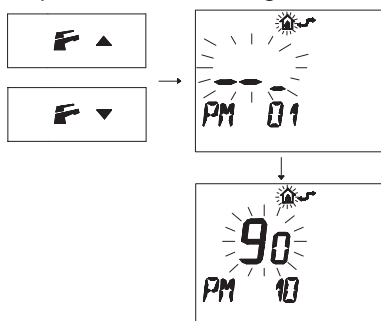

Figura 5.55
- Premere i pulsanti  o  per visualizzare la programmazione "PM10" selezione della frequenza di accensione (Figura 5.55).
Nella Figura 5.55 si visualizza un SET programmato di **90** corrispondente ad un tempo di riaccensione di 3 minuti circa.